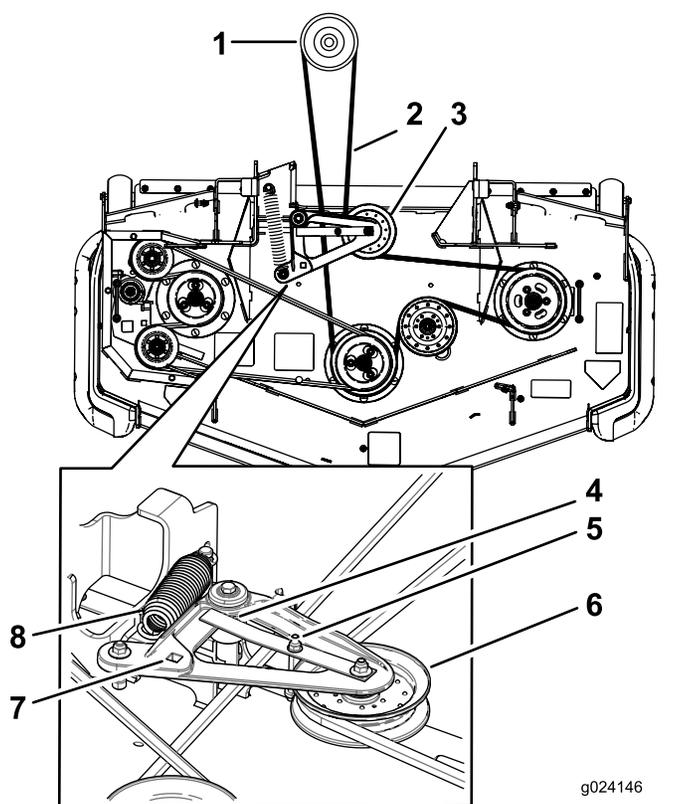

Figura 104
- Levante la chapa de suelo e introduzca una llave dinamométrica en el taladro cuadrado del brazo tensor de la carcasa (Figura 104).
- Gire cuidadosamente el brazo tensor de la carcasa de corte en sentido horario, levante la pestaña de la guía de la correa y retire la correa de la carcasa de corte del embrague (Figura 104).